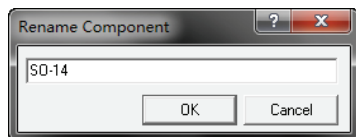

图 5-94 输入元器件封装的名称
8) 绘制完成后，单击元器件封装管理器左边的“Rename”按钮，为新创建的元器件封装重新命名，这里命名为 SO-14，如图 5-94 所示。